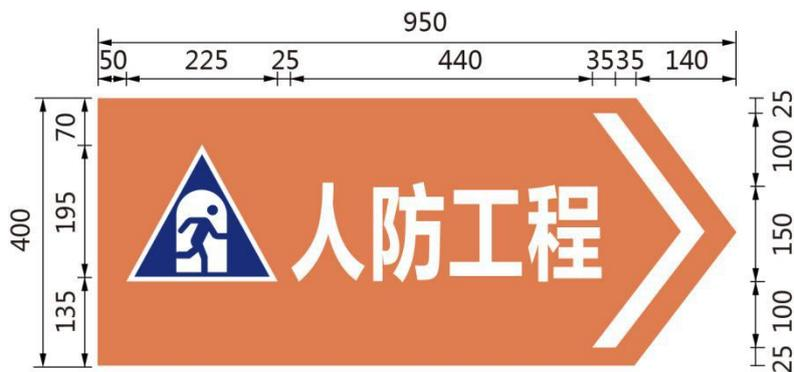

图 3-1 户外导引标识指示牌样式及尺寸示例
3.4 户外导引标识。其作用为指示人防工程具体位置、人员流线及疏散方向。指示牌样式及尺寸示例见图 3-1。